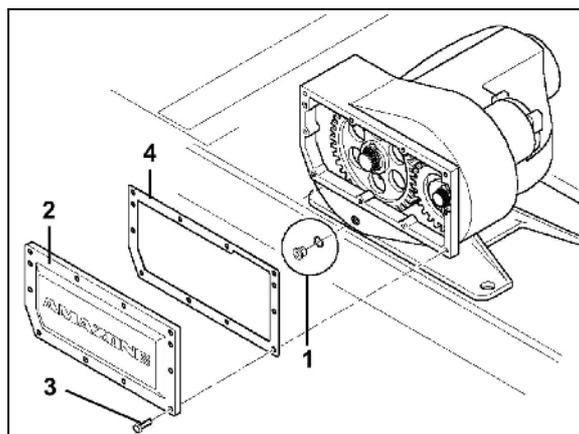

Fig. 46
Il est également possible de diminuer le niveau d'huile en vidangeant de l'huile au niveau du bouchon de vidange (Fig. 46/1). Une fois que l'échange des pignons a été réalisé et si aucune impureté n'est venue dans l'intervalle ternir la qualité de l'huile, cette dernière peut être reversée dans le boîtier par l'orifice de la jauge.
Avant de démonter le couvercle du boîtier (Fig. 46/2) débrayez la prise de force du tracteur, arrêtez le moteur et retirez la clé de contact !
1. Desserrez les vis six pans (Fig. 46/3) sur le couvercle du boîtier (Fig. 46/2)